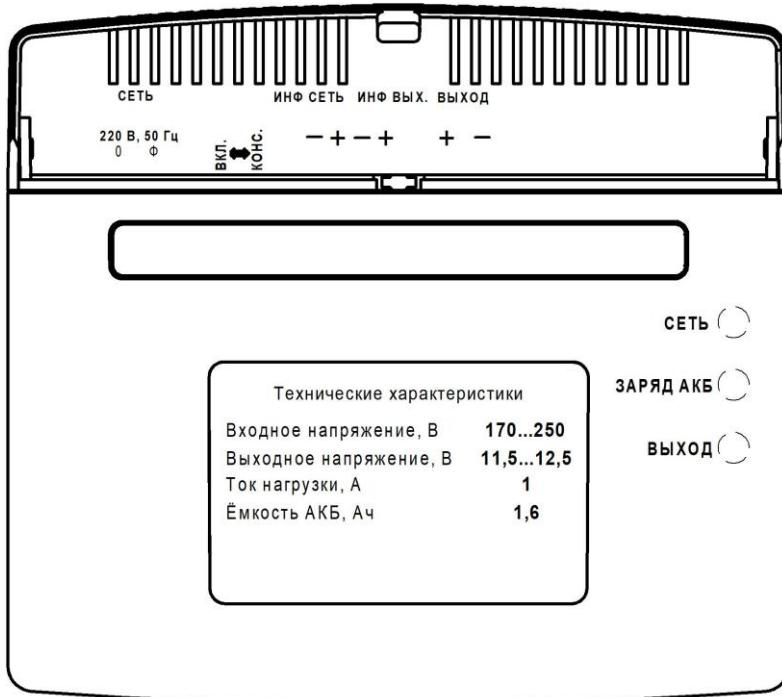

Рисунок 1 – Вид источника с поднятой крышкой
- возможность отключения встроенной АКБ с помощью выключателя АКБ (см. рисунок 1). Указанный выключатель предназначен для отключения встроенной АКБ при транспортировке, хранении, или в случае длительного перерыва в эксплуатации источника;
Светодиодная индикация представлена тремя индикаторами (см. рисунок 1):